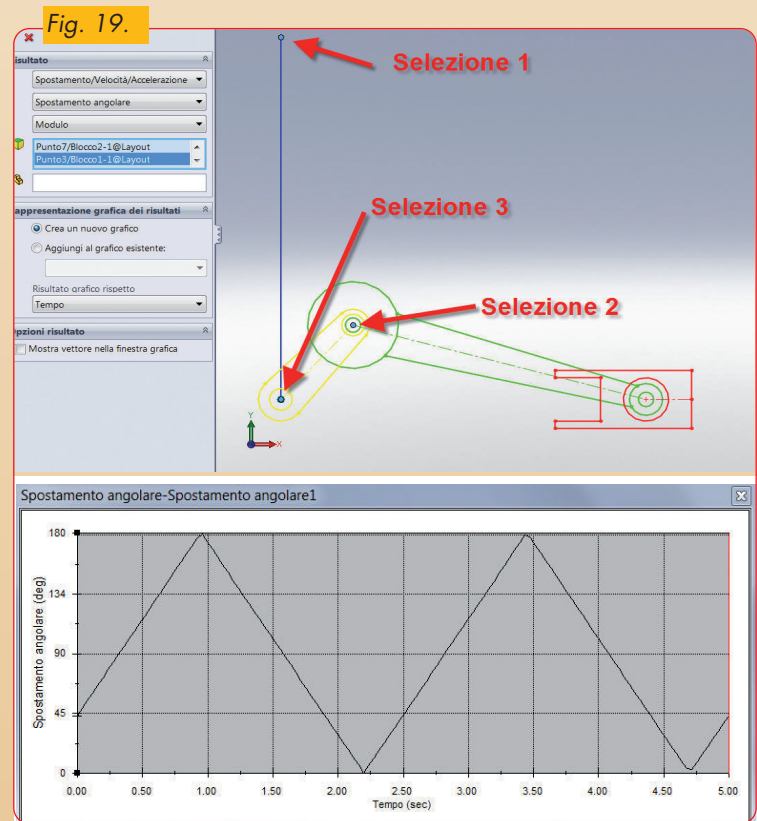

Fig. 20.
- **Traccia percorso di un punto (fig. 20).**